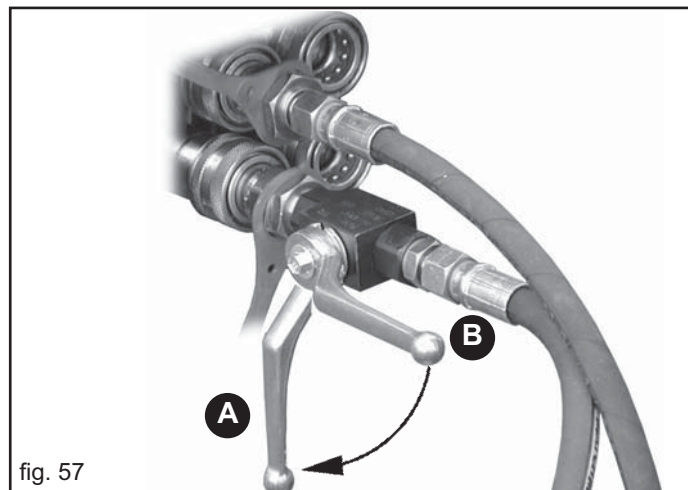

fig. 57
El tubo oleodinámico de empuje que mueve el carro está dotado de una llave (Fig. 57) que sirve para eliminar el movimiento accidental.
Después de haber predispuerto el equipo para el transporte por carretera, cerrar el circuito de la instalación oleodinámica del carro girando la manivela de la llave colocándola en la posición A, Fig. 57).
**ATTENZIONE!:** Quite los pernos de seguridad y levante completamente la sembradora del terreno antes de desplazar los bastidores laterales (1-Fig. 61, 2-Fig. 62). Abrir el circuito de la instalación oleodinámica del carro (B, Fig. 57).
**Después de haber predispuesto el equipo para el transporte por carretera, cerrar el circuito de la instalación oleodinámica del carro girando la manivela de la llave colocándola en la posición A, Fig. 57).**